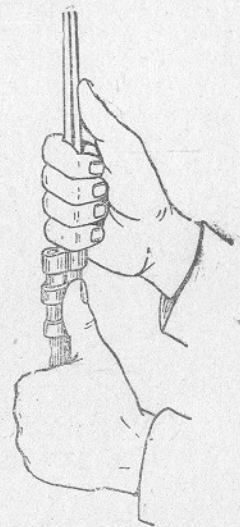

Рис. 47. Как снять штык
2. **Снять штык:** поставить винтовку прикладом на землю, ствольной накладкой влево; обхватить дульную часть ствола левой рукой, а большим пальцем той же руки прижать штыковую защелку вверх до отказа; правой рукой обхватить штык и повернуть его влево так, чтобы основание мушки пришлось против выреза штыковой трубки, снять штык вверх (рис. 47).